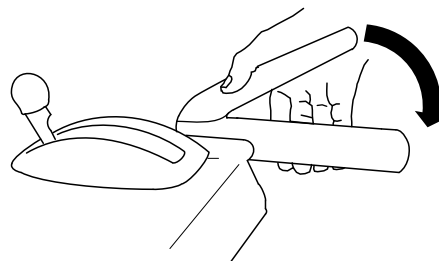

Figura 19
1. Pentru a cupla unitatea de angrenaj melcat/rotor, apăsați maneta din dreapta (angrenaj melcat/rotor) către mâner (Figura 19).